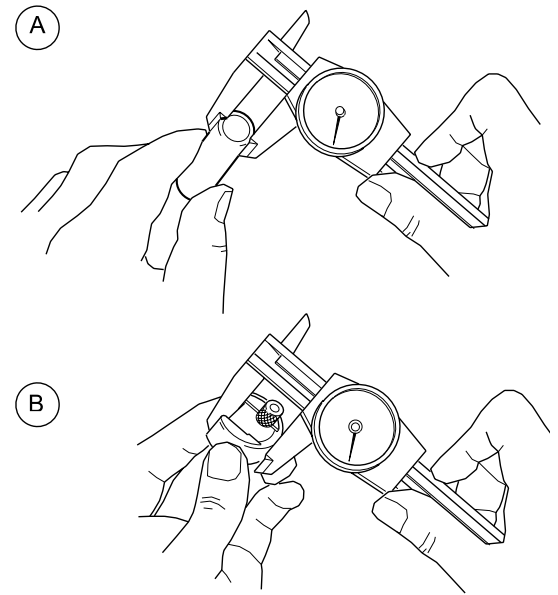

図8：アーク・ギャップ・ゲージを設定する
1. ノギスまたはマイクロメーターを使用して、溶接物の外径サイズを測定します。図8 (A) をご参照ください。M200 パワー・サプライの場合、溶接条件の「自動作成」機能を使用すると、アーク・ギャップ・ゲージ設定値を自動で計算します。
3. アーク・ギャップ・ゲージを調節して8 ページの表の設定値に合わせます。図8 (B) をご参照ください。